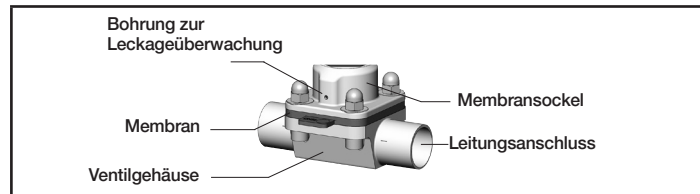

Bild 6: Leckagedetektionsbohrung
- Regelmäßige Kontrolle der Leckagedetektionsbohrung („Bild 6“)